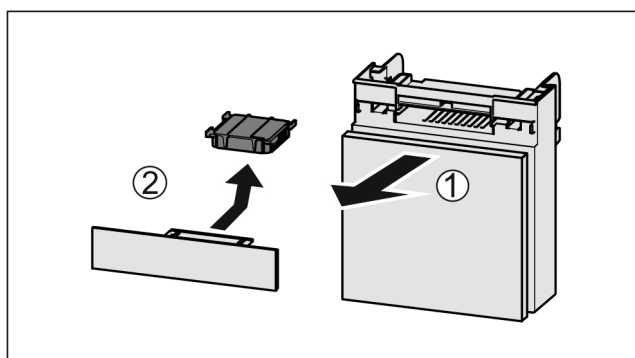

Fig. 137
- Predal izvlecite Fig. 137 (1) naprej.
- Odstranite Fig. 137 (2) aktivni ogljeni filter.